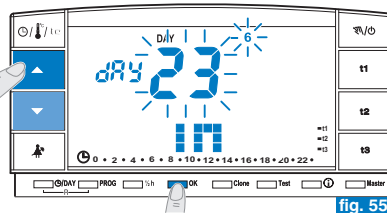

fig. 55
- Confermare premendo il tasto **OK** (fig. 55).